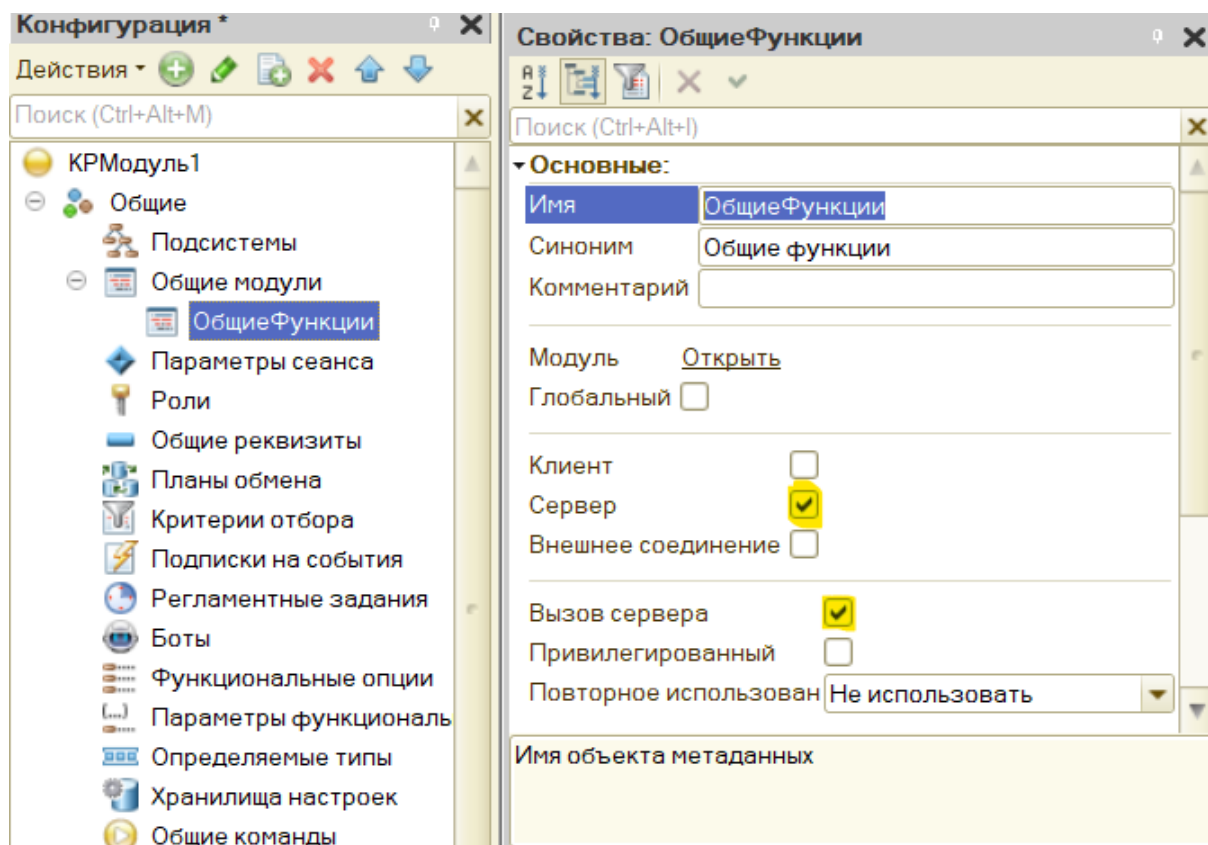

Рис. 3.22. Окно свойств модуля ОбщиеФункции
2. Здесь с помощью правой кнопки мыши вызовем контекстное меню и добавим новый общий модуль, которому дадим название «ОбщиеФункции». (рис. 3.22).
3. Обратим внимание на флажки, которые необходимо установить в процессе диалога с системой при создании модуля. Во-первых, должен быть установлен флажок «Сервер», обеспечивающий компиляцию данного модуля на стороне сервера. Во-вторых, необходимо установить флажок «Вызов сервера», чтобы далее создаваемую экспортную функцию этого модуля можно было вызывать с клиента (рис. 3.22).